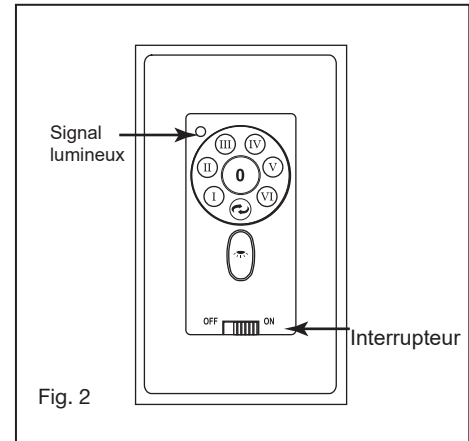

Fig. 2
- 2 Effectuez les connexions de câbles entre le ventilateur et le récepteur. Pour cette étape, utilisez le faisceau de 5 fils sur le récepteur. (Fig.2). 2)
- 1 Retirez l'une des trois vis de la plaque d'adaptation située sur le moteur du ventilateur. Desserrez les 2 autres vis. (Ne pas retirer) (Fig.2)
- 2 Tout en maintenant l'assemblage LED sous votre ventilateur, effectuez les connexions polarisées: (Fig.2)
- 4 Installez l'émetteur mural sur la boîte murale existante à l'aide des vis fournies. Fixez la plaque murale avec les vis de montage pour terminer l'installation. (Fig.2)
- 7** Signal lumineux (Fig. 2)6